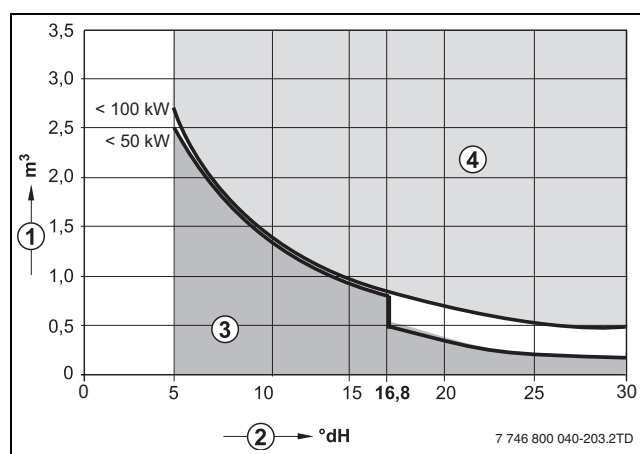

Fig. 6 Cerințe privind apa de umplere a cazanului pentru cazanul individual până la 100 kW
- Utilizați exclusiv apă de la robinet netratată (Respectați în acest sens diagrama din fig. 6). Nu este permisă apa freatică.